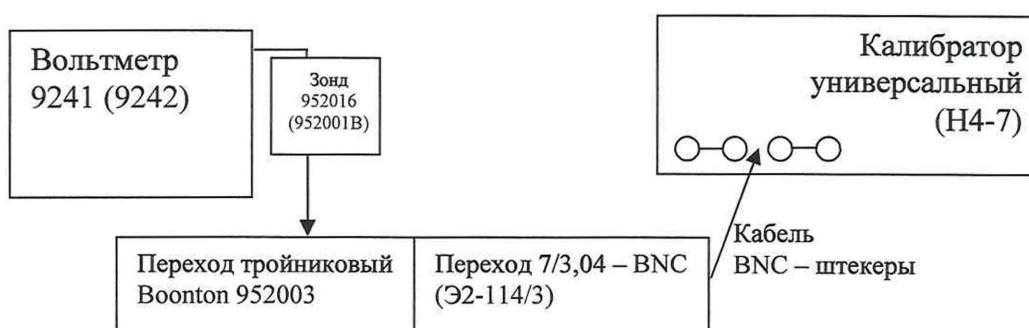
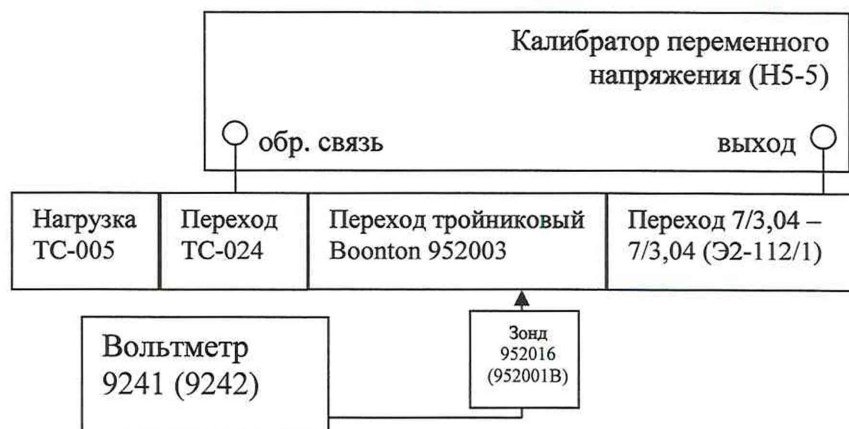

Рисунок 1 – Структурная схема соединения вольтметра с калибратором универсальным
Рисунок 2 – Структурная схема соединения приборов вольтметра с калибратором переменного напряжения
6.2.5 Подключить вольтметр к калибратору универсальному или калибратору переменного напряжения (см. рис. 1 или рис. 2). Подать с калибратора переменное напряжение частотой 10 кГц и значением 1 вольт. Убедиться в корректных показаниях вольтметра (без учета определения погрешности).